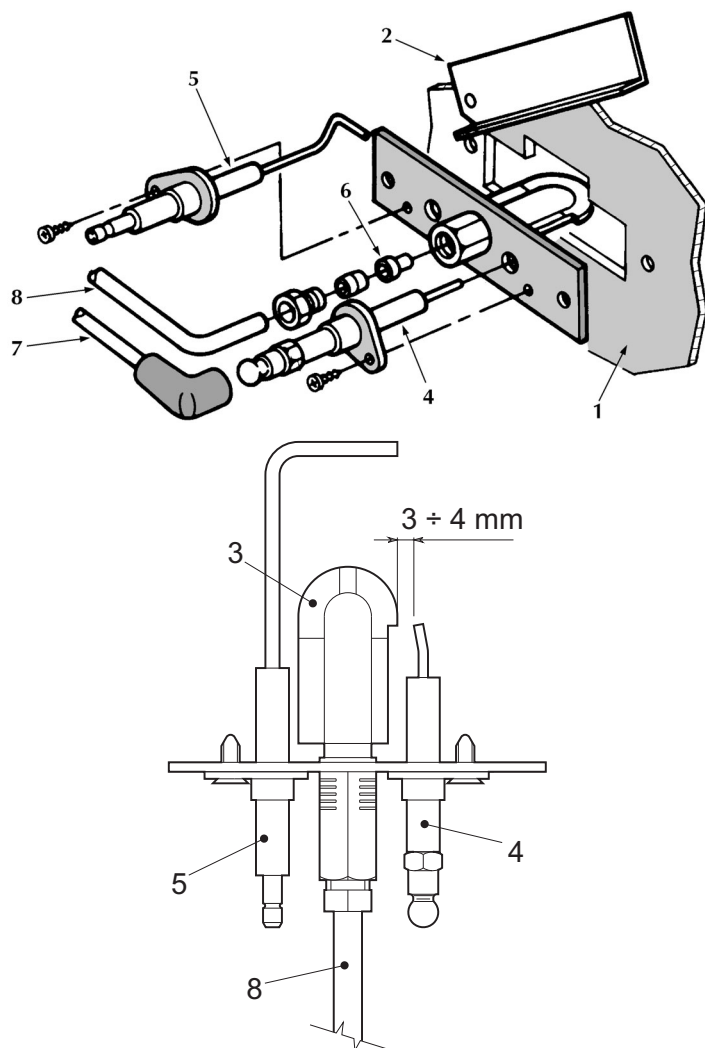

fig. 23 - Quemador piloto
- Los electrodos no presenten incrustaciones y estén bien colocados (véase fig. 23).
No se produce la descarga entre los electrodos.	Controlar que los electrodos estén bien ubicados y en buenas condiciones, que no tengan incrustaciones y que la chispa sea normal (ver la fig. 23).